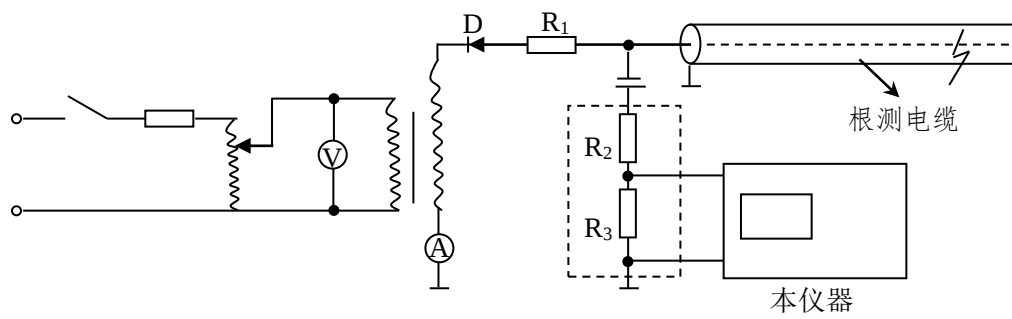
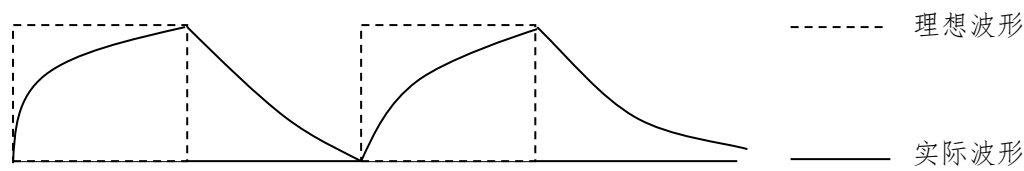

图 2 直流高压法测试原理图
图 3 直流高压法波形图
直至能量消耗殆尽为止。测试原理线路图如图 2 所示，线路的反射波形如图 3 所示。
- 5) 接通仪器电源，屏幕出现视窗。然后逐步调节调压器升高测试电压，当故障点产生闪络现象时，毫安表中电流突然增大，电压表指针抖动。显示屏上应出现 4.2 中图 3 所示波形。由图 3 可知，t1~t2 间为故障距离。